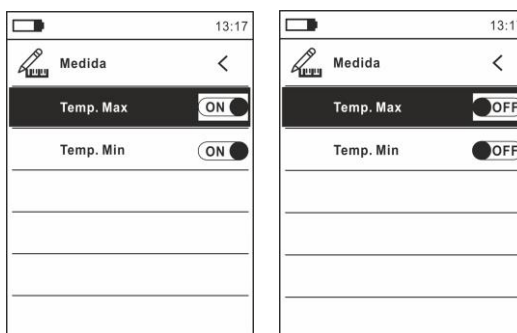

Fig. 13 Menú Medida
9. Seleccione el texto "Medida" y pulse la tecla  o  para habilitar la activación/desactivación de los cursores asociados al punto más "caliente" o más "frío" en la imagen termográfica (ver Fig. 13)